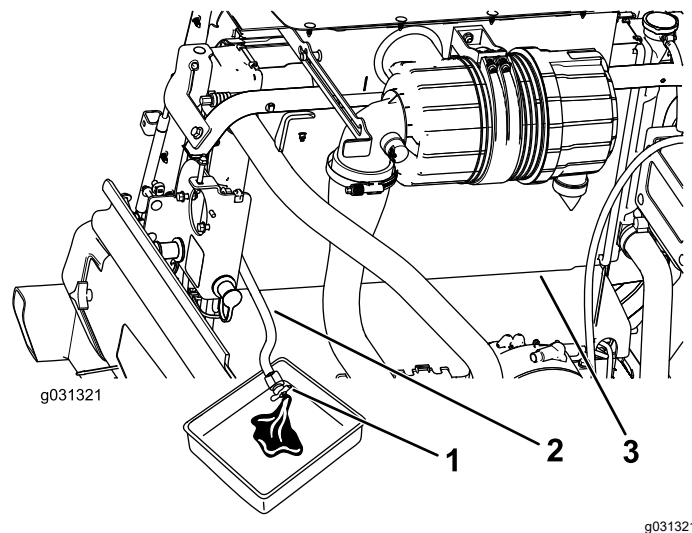

Figure 121
- Placez le flexible de vidange du radiateur dans un bac de vidange, ouvrez le robinet de vidange sur le flexible de radiateur et vidangez le liquide dans le bac (Figure 121).